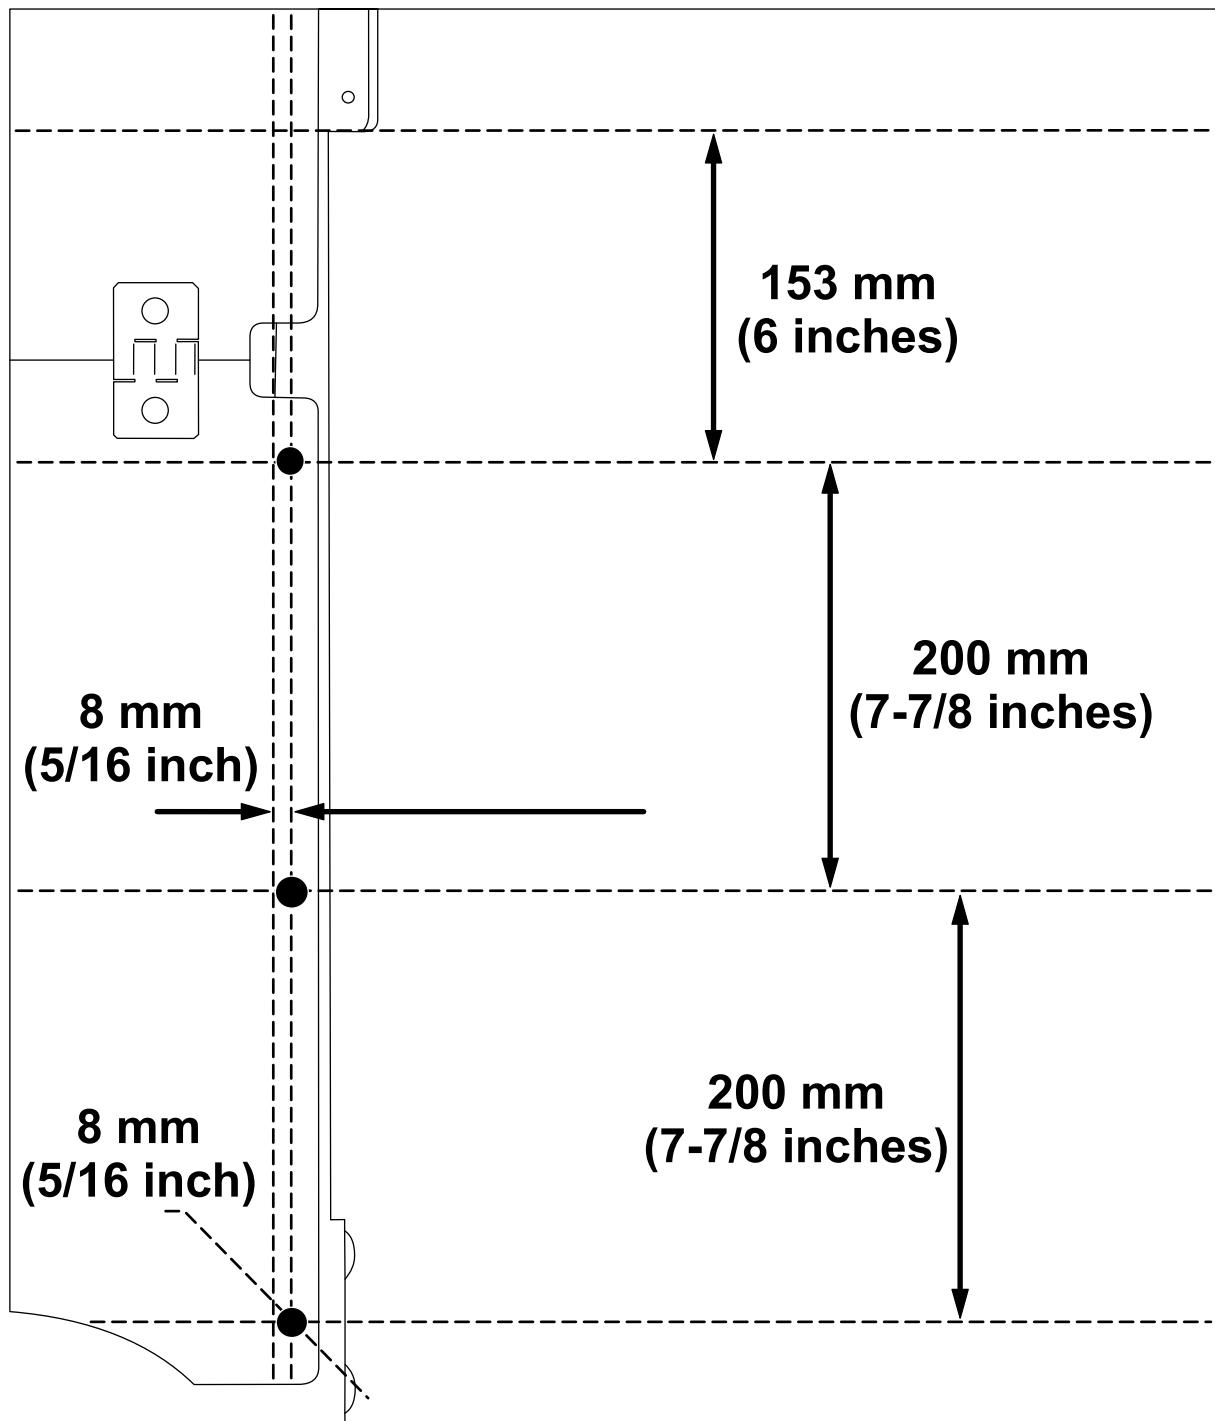

Figura 6
1. Contrassegnate la posizione e praticate 3 fori (8 mm) in ciascun tubo di supporto del tettuccio attenendovi alle misure mostrate nella Figura 6.